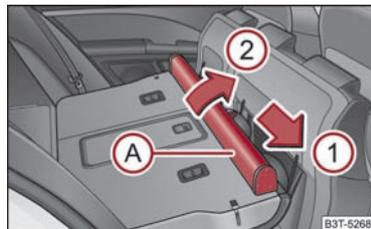

Abb. 97 Rücksitze: Gepäcknetztrennwandgehäuse
- Schieben Sie das Gepäcknetztrennwandgehäuse **A** → Abb. 97 in Pfeilrichtung **1** und nehmen Sie es aus der Aufnahme der Rücksitze in Pfeilrichtung **2** heraus.